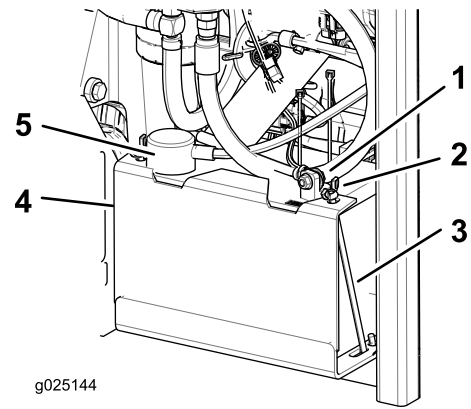

Figura 38
3. Desconecte el cable negativo (negro) del borne negativo (–) (negro) de la batería (Figura 38).
4. Retire la cubierta de goma roja del borne positivo (rojo) de la batería y retire el cable positivo (+) (rojo) (Figura 38).
5. Retire las tuercas de orejeta que sujetan los ganchos (Figura 38).
6. Retire la abrazadera (Figura 38).
1. Coloque la batería en la bandeja, con los bornes frente al depósito de aceite hidráulico (Figura 38).
4. Fije los cables con 2 pernos, 2 arandelas, y 2 contratuercas (Figura 38).
6. Instale la abrazadera y sujétela con las tuercas de orejeta y los ganchos (Figura 38).